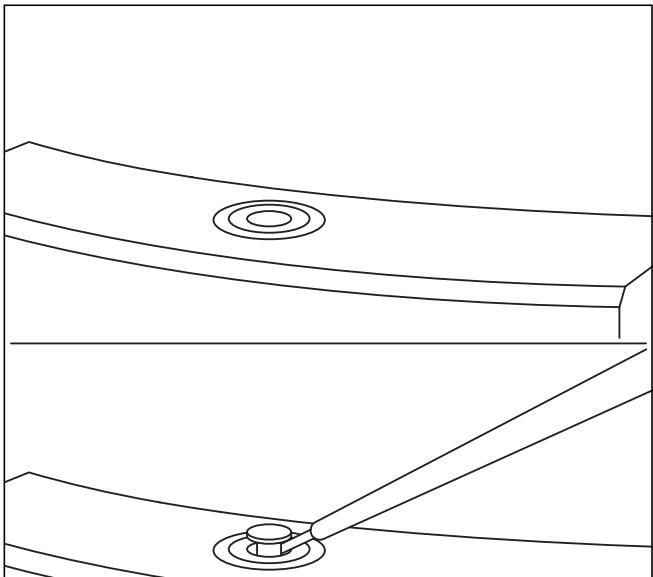

Fig. 8.6 Retrait du capuchon
- Déverrouillez le capuchon noir (voir fig. 8.6) avec un tournevis puis retirez-le.